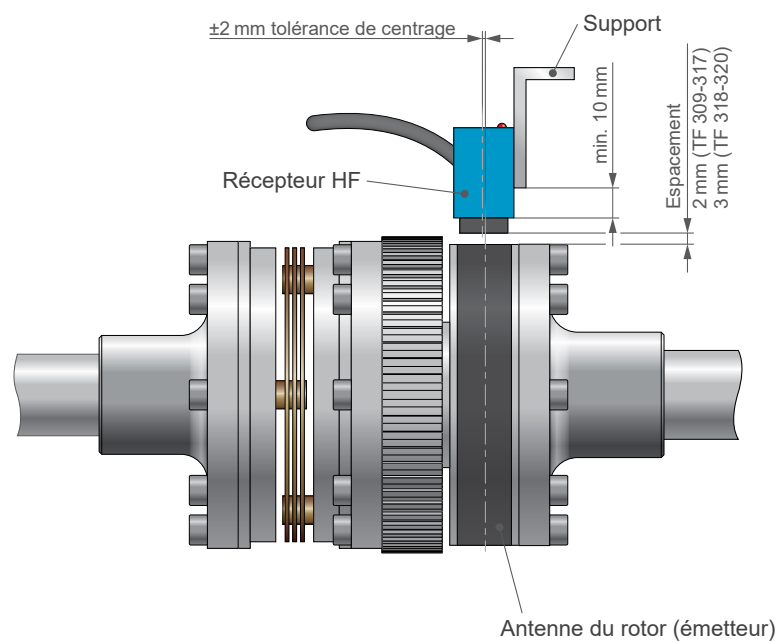

Fig.2-15 Montage du transmetteur HF
- Le transmetteur HF doit être placé sur un support permettant un réglage aisé, à la fois horizontal et vertical. Ce support ne doit pas arriver à moins de 10 mm du bord du transmetteur HF (voir Fig.2-15) afin d'éviter une perturbation de la transmission de signal. Le support doit être rigide de manière à éviter une vibration trop importante du transmetteur HF qui pourrait entraîner des problèmes de couplage électromagnétique entre le couplemètre et le transmetteur HF